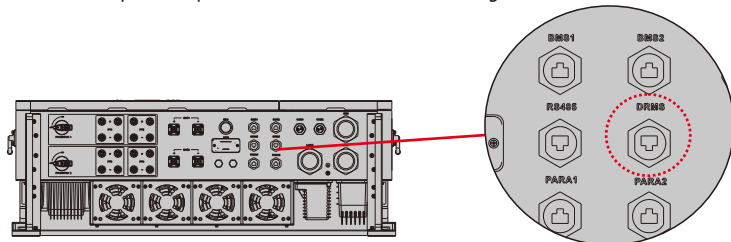

Figura 4.6-1 Interfaz DRMS
Paso 1. Desenrosque esta placa del inversor. Consulte la Figura 4.6-1.